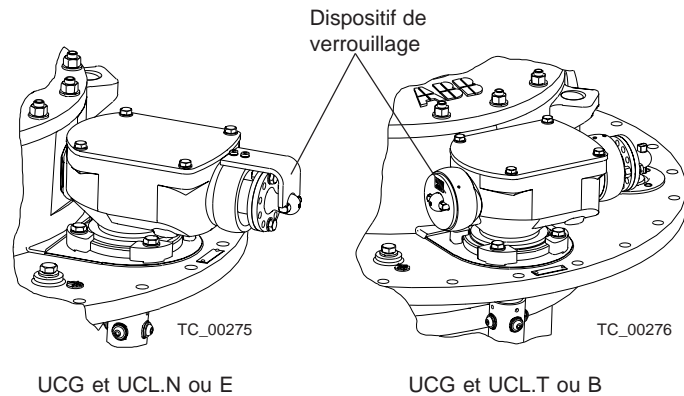

Fig. 32.
1. Retirer le dispositif de verrouillage du bloc d'engrenages de la bride supérieure (voir fig. 32). Le conserver pour le remonter une fois la prise de mesure effectuée. Retirer également le couvercle de l'engrenage conique pour accéder à l'indicateur de position. Conserver toutes les attaches et le joint pour les remonter ultérieurement. Noter la position du changeur de prises.